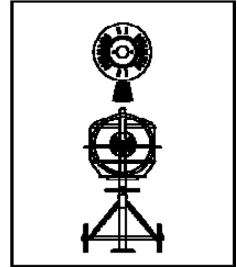

Abb.16
- Lagern und transportieren Sie das Gerät in der Position, wie in Abb.16 beschrieben.